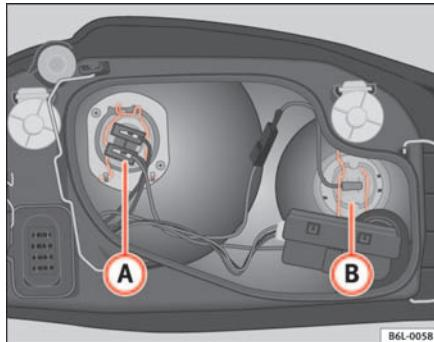

Fig. 141 Lámpara luz de cruce
- Extraiga el conector del cable de la lámpara A ⇒ fig. 141